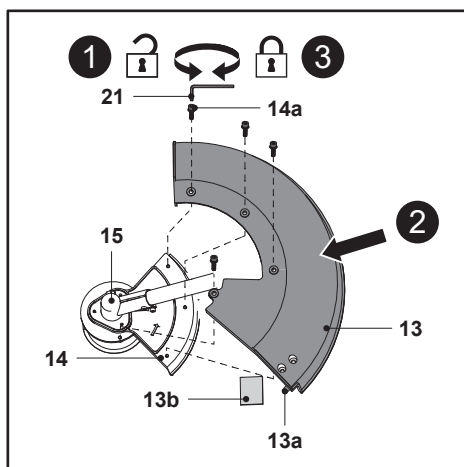

Fig. 5
1. Scoate cele patru șuruburi (14a) de pe capul de tăiere (14) folosind unealta multifuncțională (21) furnizată și ține-le la îndemână (Fig. 5, pasul 1).
2. Aliniază apărătoarea trimmerului (13) cu apărătoarea dispozitivului de tăiere (14) și glisează apărătoarea trimmerului (13) în poziție (Fig. 5, pasul 2).
3. Fixează apărătoarea trimmerului (13) cu cele patru șuruburi (14a) folosind unealta multifuncțională (21) furnizată (Fig. 5, pasul 3).